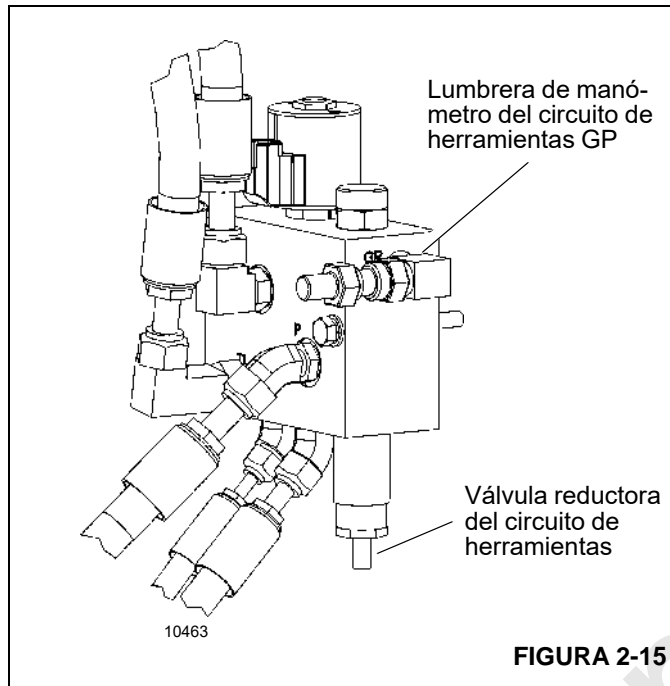

FIGURA 2-15
El circuito de herramientas tiene una sola válvula reductora en el colector del circuito de herramientas con un ajuste de 124 bar (1800 psi) (Figura 2-15 y Tabla 2-3).
1. Instale un manómetro con capacidad mínima de 345 bar (5000 psi) en la lumbreira para manómetro GP en la válvula del circuito de herramientas (Figura 2-15).